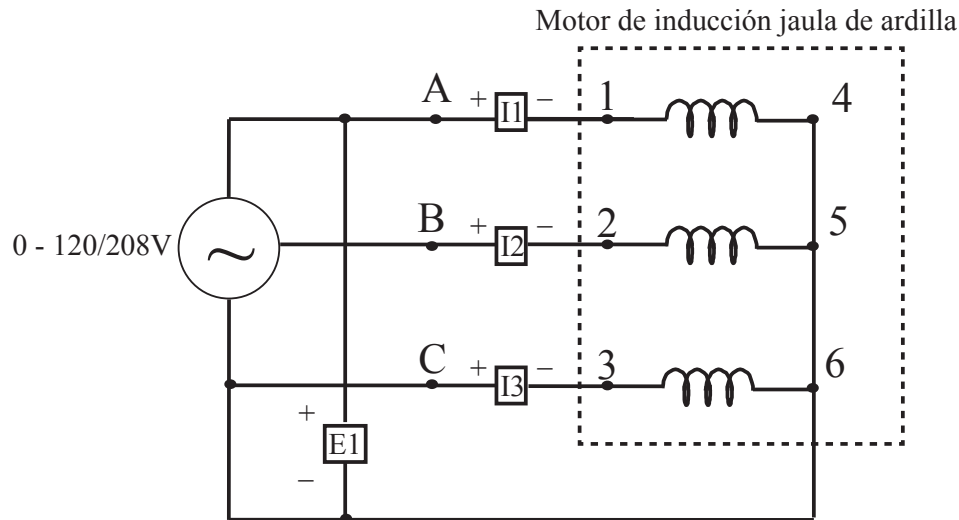

Figura 7: Motor de inducción jaula de ardilla
2. Montar el circuito de la figura 7 considerando las siguientes recomendaciones:
8. Utilizando el circuito de la figura 7, abrir el circuito en el punto A.
12. Utilizando el circuito de la figura 7, abrir el circuito en los puntos A y B.